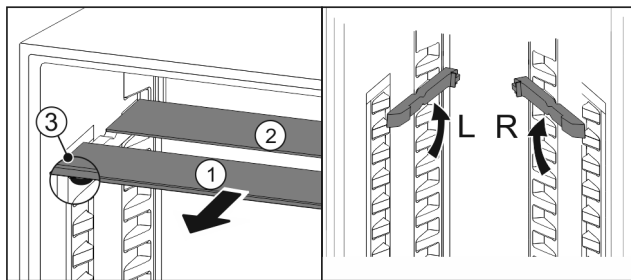

Fig. 147
- ▶ Skleněné desky jednotlivě vytáhněte dopředu Fig. 147 (1).
- ▶ Skleněná deska Fig. 147 (1) s ozdobnou lištou leží vpředu.
- ▶ Zarážky Fig. 147 (3) směřují dolů.